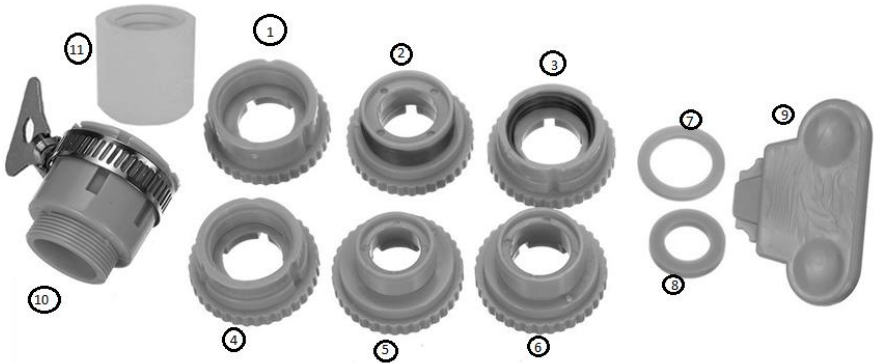

Рис.1. Монтажный комплект:
1. Извлеките корпус прибора из коробки. Подберите набор из соединителя – переходника и уплотнительного кольца, подходящих вашему смесителю – рис.1.